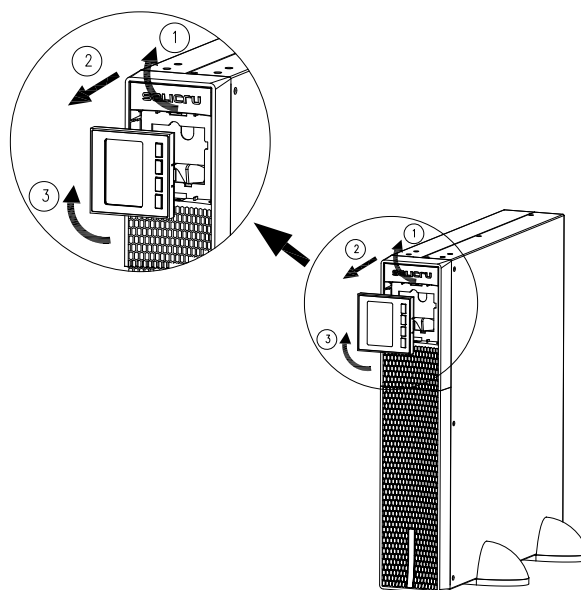

Fig. 7. Rotación del panel de control con display LCD sobre el embellecedor plástico del frontal.
- Para facilitar la lectura de los mensajes del display cuando el equipo se instala verticalmente, es posible rotar 90° el panel de control en sentido horario (ver Fig. 7).